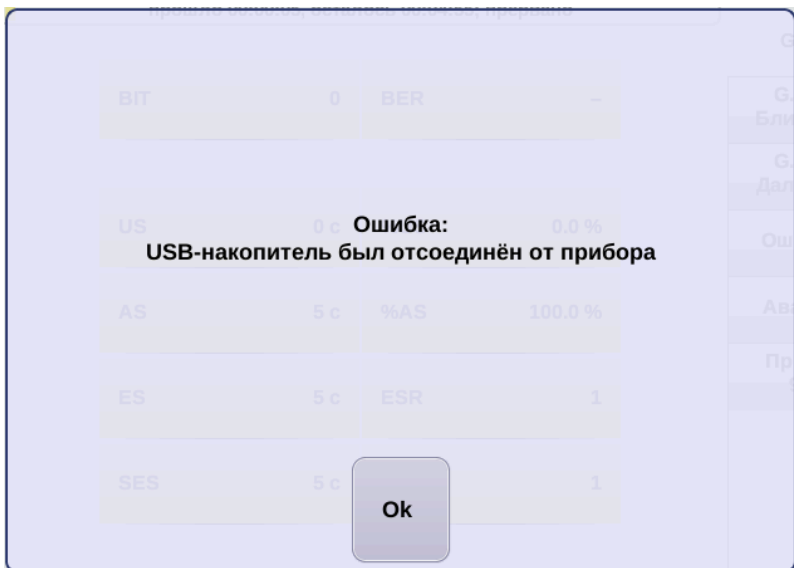
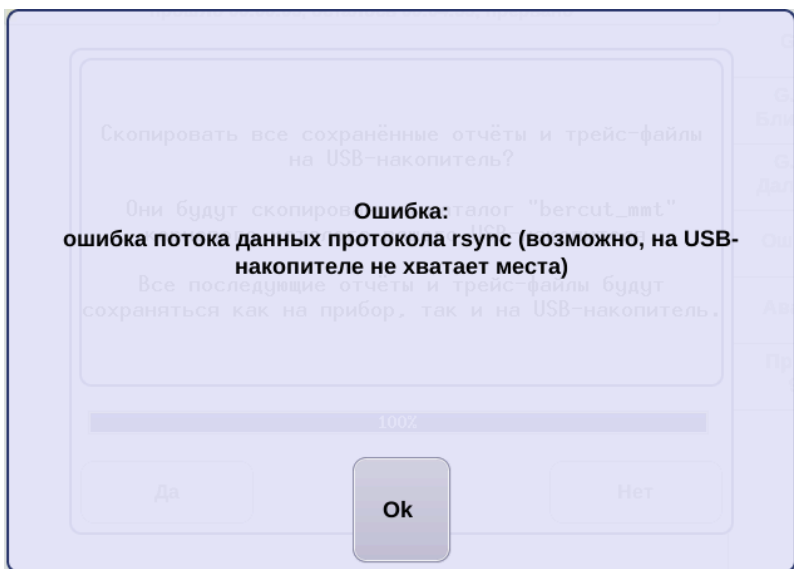

Рис. 7.3. Сообщение об ошибке
Рис. 7.4. Сообщение об ошибке
*Примечание:* в случае возникновения ошибок при монтаже USB-накопителя и копировании данных на USB-накопитель на экране прибора возникают предупреждающие сообщения, аналогичные представленным на рис. 7.3 и рис. 7.4.